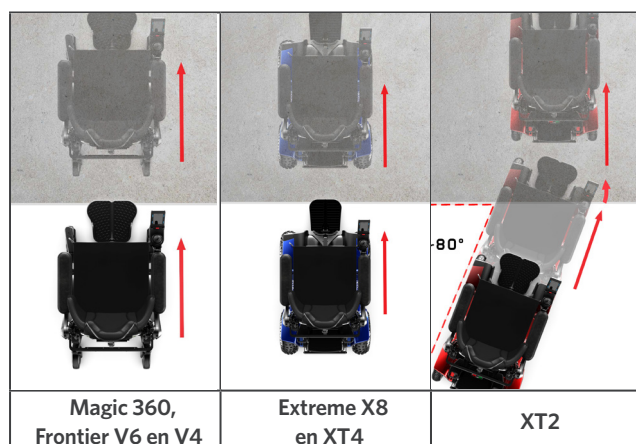

Fig. 3.1 - Benaderen van een obstakel
- Magic 360, Frontier V6 en V4, Extreme X8 en XT4: benader een obstakel altijd zo dat beide voorwielen tegelijkertijd het obstakel raken (Fig 3.1)
- XT2 Benader het obstakel zodat beide wielen het obstakel tegelijkertijd of onder een kleine hoek raken (Fig 3.1)